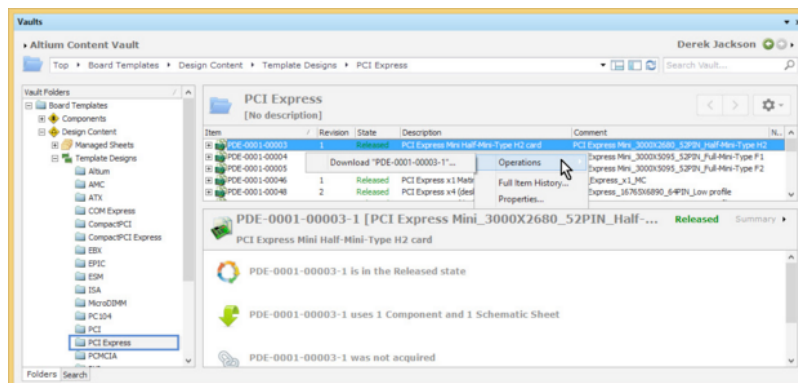

Figura 6: descarga de la plantilla de diseño de proyecto de ejemplo
3. En las carpetas Vault, **Board Templates » Design Content**, hay una serie de tipos de plantillas disponibles. Al hacer clic con el botón derecho en el Diseño de plantilla y seleccionar Download desde la ventana emergente Operations, la plantilla de diseño podrá descargarse como se muestra en la **Figura 6**.